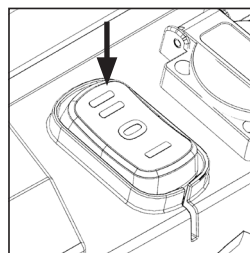

FIG. 2
- In seguito, portare l'interruttore a bilanciere sull'impostazione II - L'aspiratore si trova nella modalità di standby. (Fig. 2)